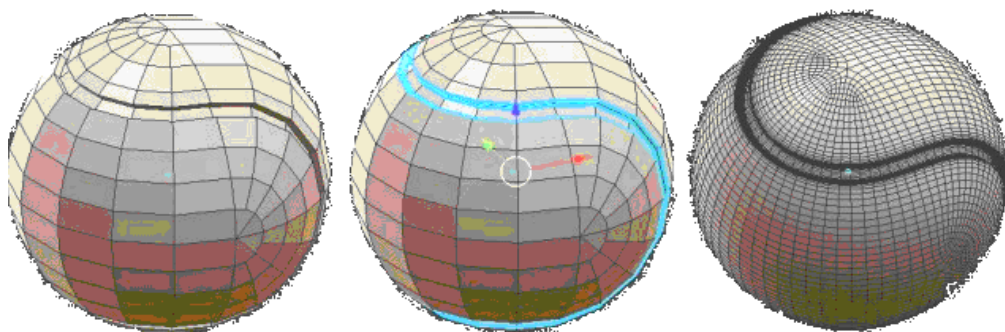

Рисунок 2.6 – Етапи створення тривимірного об'єкта під час високополігонального моделювання
- третій рівень завершальний, тобто на ньому проводиться чітка деталізація об'єкта зазвичай шляхом застосування плагінів згладжування (рис. 2.6).